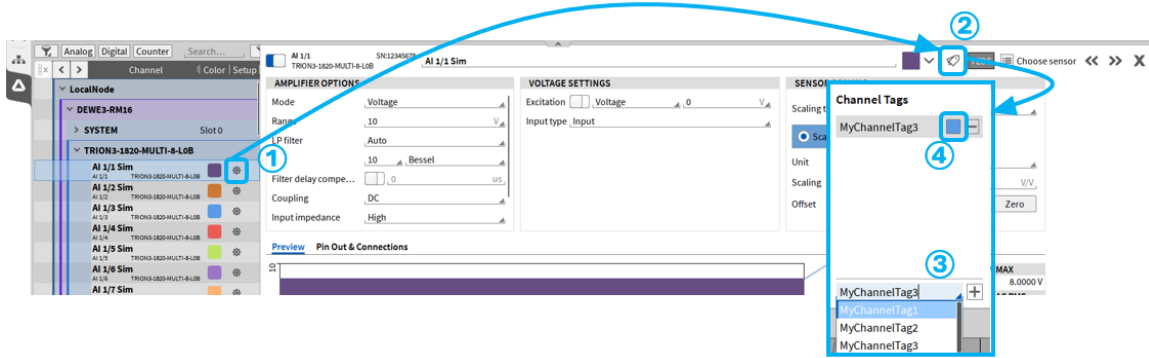

Abb. 7.12: Setzen eines Kanal-Tags zur Filterung
Es ist möglich, Kanal-Tags zu definieren und ihnen Kanäle zuzuweisen, um sie zusätzlich zu gruppieren. Dies ist in den detaillierten Kanaleinstellungen möglich, die durch Klicken auf das Zahnradsymbol eines Kanals aufgerufen werden können (siehe ① in Abb. 7.12). Durch Klicken auf das Tag Symbol (siehe ② in Abb. 7.12) öffnet sich ein neues Fenster, in dem ein benutzerdefinierter Tag Name eingegeben werden kann (siehe ③ in Abb. 7.12) oder es ist möglich, einen bereits hinzugefügten Kanal-Tag aus der Liste auszuwählen, wenn man in das Textfeld klickt. Durch Klicken auf die Schaltfläche „+“ neben dem Textfeld wird der jeweilige Kanal dem ausgewählten Tag zugewiesen.